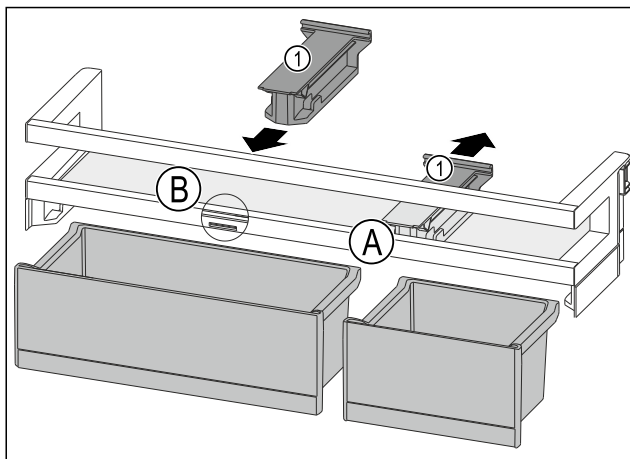

Fig. 126
- ▶ Снимите крепление Fig. 126 (1) в позиции Fig. 126 (A), отодвинув его назад.
- ▶ Установите крепление Fig. 126 (1) в позиции Fig. 126 (B).